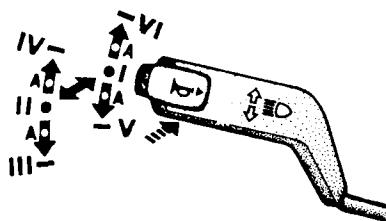

Рис. 5.6. Положения рычага переключателя указателей поворота и света фар (со звуковым сигналом)
Рычаг имеет шесть фиксированных положений – I, II, III, IV, V и VI и четыре нефиксированных положения «A» (рис. 5.6 и 5.7).
При неоднократном перемещении рычага переключателя из положения I на себя вдоль рулевой колонки (положение нефиксируемое) происходит сигнализация дальним светом фар. При нажатии на кнопку рычага (из любого его положения) вдоль оси включается звуковой сигнал* (без фиксации) – см. рис. 5.6.
* На части автомобилей звуковой сигнал включается переключателем указателей поворота и света фар (см. рис. 5.6).